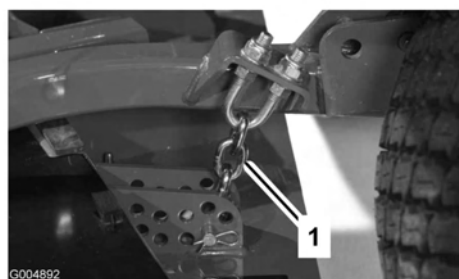

Figura 75
3. Retire el pasador de horquilla y el pasador que fijan las cadenas de ajuste de la altura de corte a la parte trasera de la unidad de corte (Figura 75).